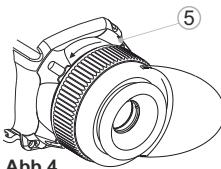

Abb.4
- Drehen Sie den Halterung des Okulars (5) gegen Uhrzeigersinn bis ein Klicken ertönt, nehmen Sie das Okular ab (**Abb. 4**).
- Den Deckel (13) entgegen dem Uhrzeigersinn drehend abnehmen.
- Setzen Sie den Übergangsring (14) in den Adapter (15) bis zum Anschlag ein (s. **Abb.4**)